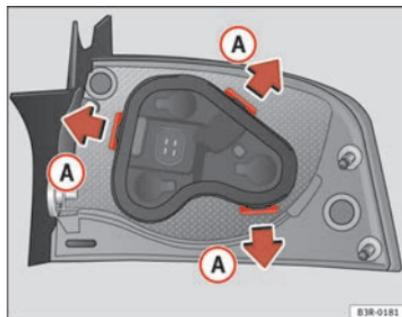

Fig. 212 Languettes de fixation au dos du feu arrière
- Déverrouillez les languettes de fixation ⇒ fig. 212 (A).